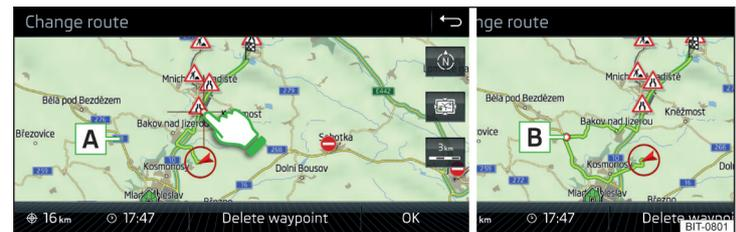

Abb. 220 Routenänderung in der Karte / Routendurchfahrtspunkt
- › Den Bildschirm im Routenbereich berühren und den Kreuzpunkt auf die gewünschte Stelle in der Karte (z. B. » *Abb. 220*) verschieben.
Der Durchfahrtpunkt » *Abb. 220* wird in die Route eingefügt.